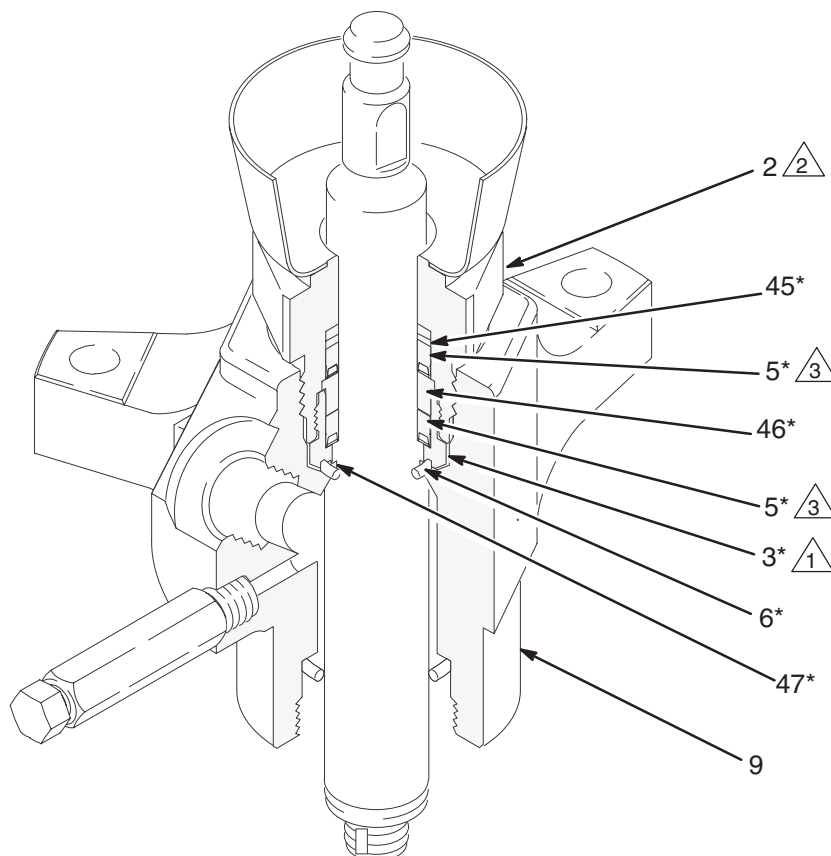

Abb. 17
2. Siehe Abb. 17. Die Packungsmutter (2) mit einer Rohrzange abschrauben. Den O-Ring (6) und die Scheibe (47) vom Boden des Packungsgehäuses (3) oder vom Auslassgehäuse (9) entfernen.
3. Die Schlüssel­flächen der Packungsmutter (2) in einen Schraubstock einspannen. Das Packungsgehäuse (3) abschrauben und zusammen mit den Packungen wegwerfen. Scheibe (46), Dichtung (5) und Federring (45) von der Packungsmutter entfernen.
4. Der Halspackungssatz ist vormontiert. Den Satz in die Packungsmutter (2) schrauben. Sicherstellen, dass der Federring (45\*), die Dichtung (5\*) und die Scheibe (46\*) richtig an der Oberseite des Packungsgehäuses (3\*) angeordnet sind, wobei die Lippen der Dichtung nach unten weisen müssen. Das Packungsgehäuse (3\*) mit 97–106 Nm anziehen. Siehe Abb. 17.
6. Die Packungsmutter (2) in das Auslassgehäuse (9) schrauben. Mit 190–217 Nm festziehen.